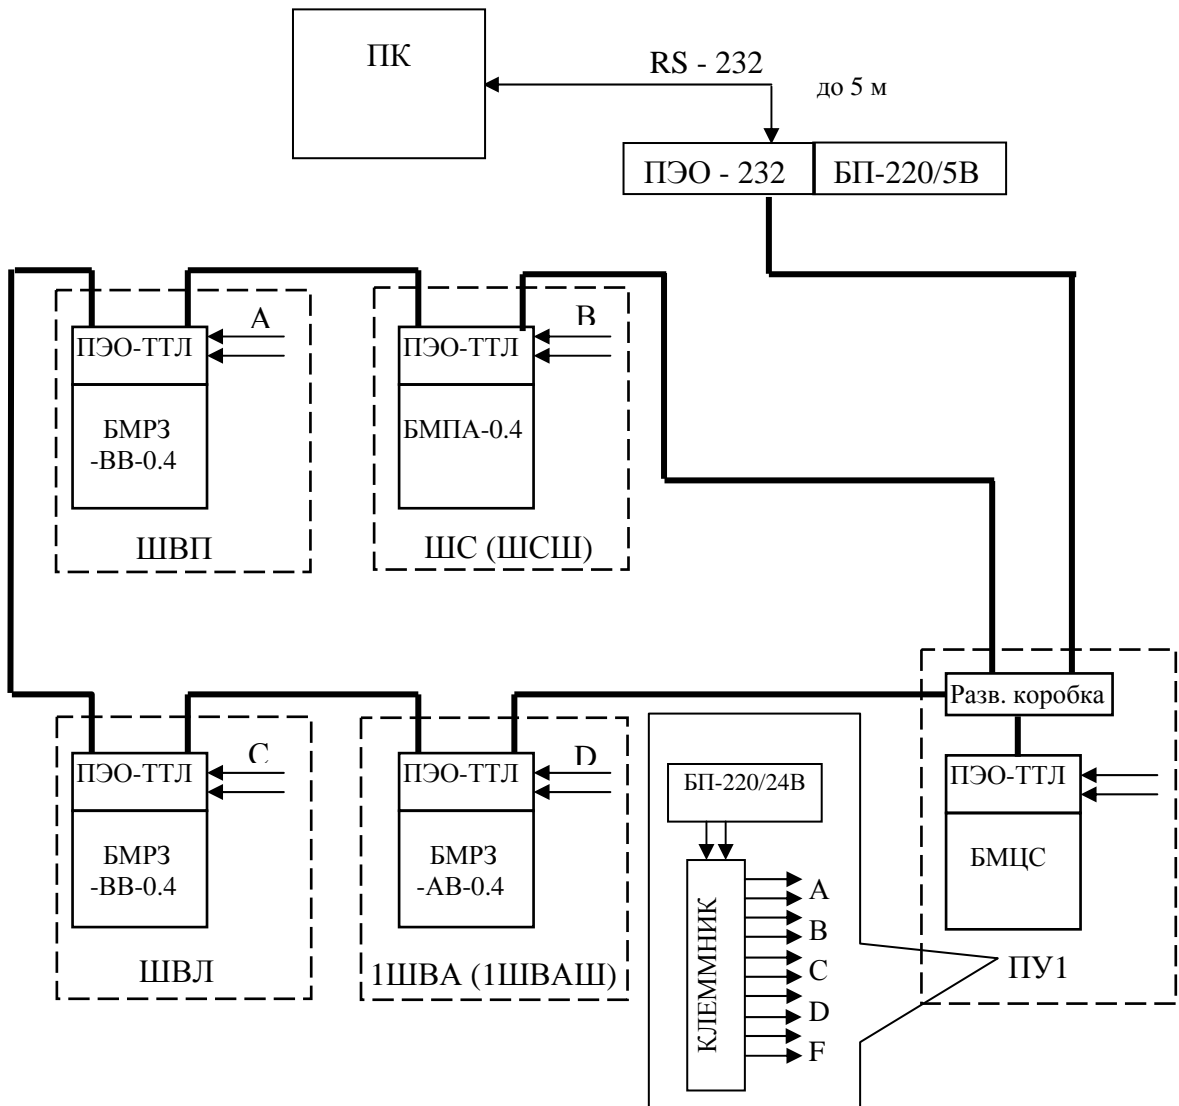

Рис.1 Схема оптических связей для КТП с 1 аварийным вводом.
2.3.9.6. Примеры схем кабелей АСУ для КТП представлены на рис. 1 и 2.